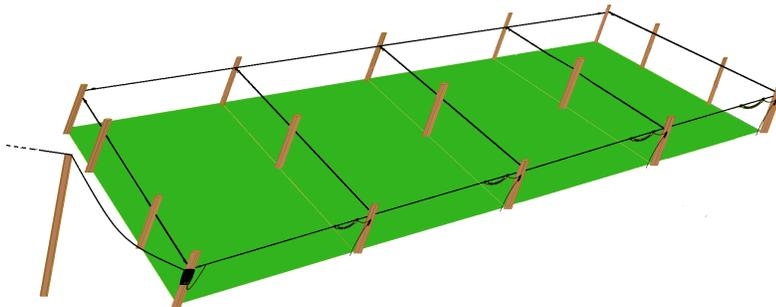
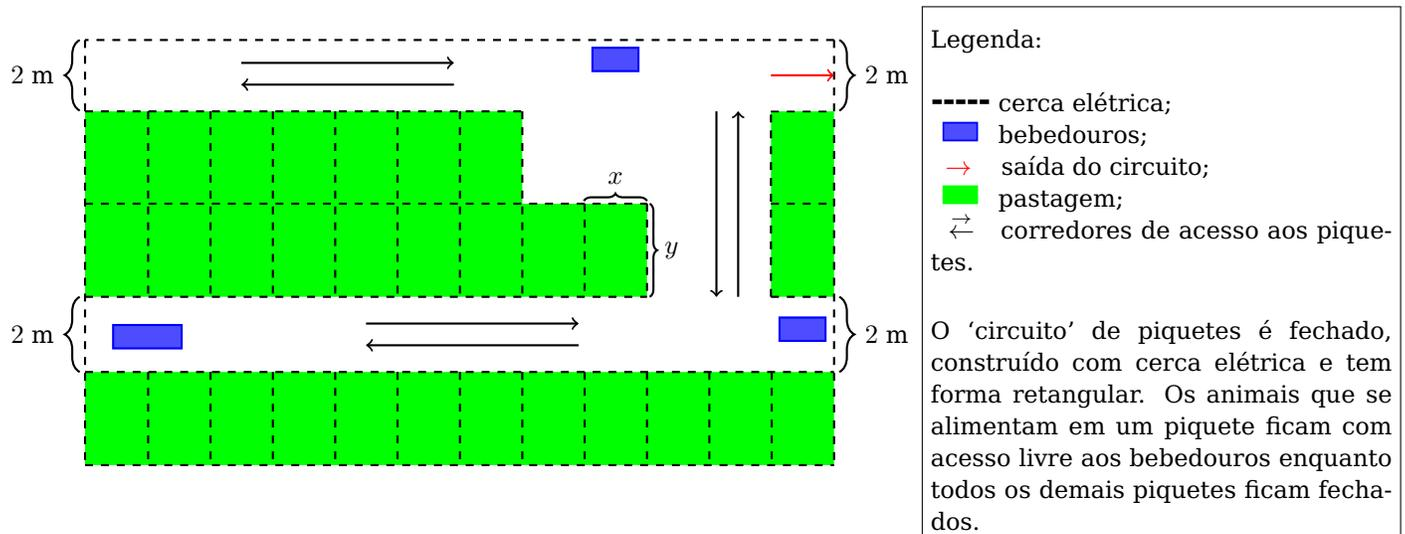

Figura 1: Exemplo de estrutura para divisão de pastagens em piquetes.
Figura 4: Esquema ilustrando o circuito com 30 piquetes.
No manejo de vacas leiteiras é necessário o preparo de pastagens, que fornecem alimento abundante e suficiente aos animais. Geralmente, essas pastagens são preparadas e divididas em piquetes e, além disso, para garantir a quantidade mínima de pasto aos animais, cada piquete precisa ter um tamanho mínimo. Na versão mais simples, os piquetes são construídos com fios metálicos presos em palanques de madeira conforme ilustra a figura 1.
Enunciado: Um fazendeiro pretende planejar um circuito de piquetes para 15 vacas leiteiras. De acordo com as recomendações técnicas, para assegurar a recuperação das pastagens, o número mínimo de piquetes necessários é 30, respeitando uma área de 50 m^2 por animal por piquete. Suponha que a configuração dos piquetes adotada na propriedade rural seja a ilustrada na Figura 4.
Todos os piquetes são iguais e retangulares com medidas x e y em metros. Considere que o circuito de piquetes é construído com fios metálicos presos em palanques de madeira conforme exemplificado na Figura 1. Supondo que o terreno a ser utilizado para a pastagens é totalmente plano, que os piquetes são retangulares e que estejam organizados como mostra a Figura 4, determine:
3. Uma expressão que permite calcular o comprimento total de fio (em metros) necessário em função das medidas arbitrárias de cada piquete, para todo o circuito apresentado na Figura 4.
5. O comprimento total de fio (item 3) em função de um dos lados x ou y do piquete, mantendo a área estipulada no item 1.
6. Quais as dimensões x e y que minimizam o comprimento total de fio e mantêm a área estipulada no item 1.